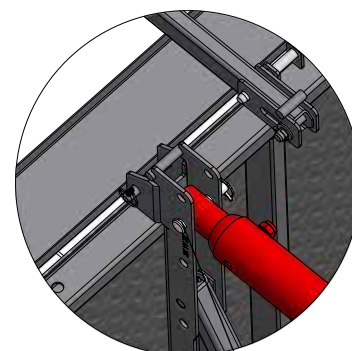
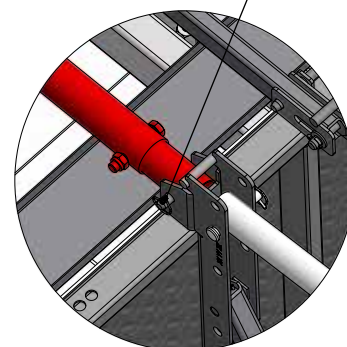

Fig. 21.2
Fig. 21.3
3. Boulonner les étais tirant-poussant de la banche supérieure (Fig. 21.2) et de la banche inférieure (Fig. 21.3) au niveau des rails de la passerelle MIS.